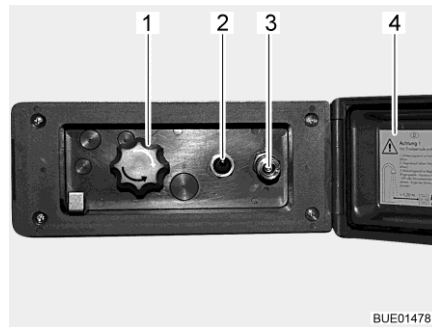

Fig. 169 Conexión de ducha exterior
- Desbloquear y abrir la tapa (Fig. 169,4).
- Conectar la manguera de la ducha exterior al cierre rápido (Fig. 169,3).
- Encender la bomba de agua con el interruptor (Fig. 169,2).
- Ajustar la temperatura del agua con el botón giratorio (Fig. 169,1) según se desee.
- Apagar la bomba de agua con el interruptor (Fig. 169,2).
- Cerrar la tapa (Fig. 169,4) y bloquearla con la llave.
- Poner el botón giratorio (Fig. 169,1) en la posición central.